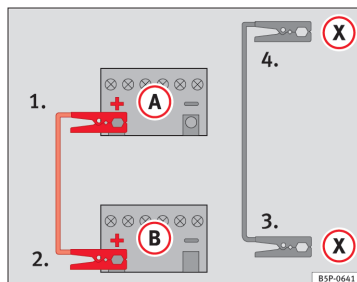

Fig. 127 Schéma de branchement pour véhicules équipés du système Start-Stop.
- Connectez une extrémité du câble de démarrage rouge au pôle positif (+) du véhicule dont la batterie est déchargée (A) ⇒ fig. 127.
- Raccordez l'autre extrémité du câble de démarrage rouge à la borne positive (+) du véhicule fournissant le courant (B).
- Raccordez une extrémité du câble de démarrage noir (X) à une borne de mise à la terre appropriée, à une pièce métallique massive vissée au bloc-moteur, ou au bloc-moteur lui-même ⇒ fig. 127.
- Branchez l'autre extrémité du câble de démarrage noir (X), sur le véhicule avec la batterie déchargée à une pièce en métal massif vissée au carter-moteur ou directement au carter-moteur mais le plus loin possible de la batterie (A).